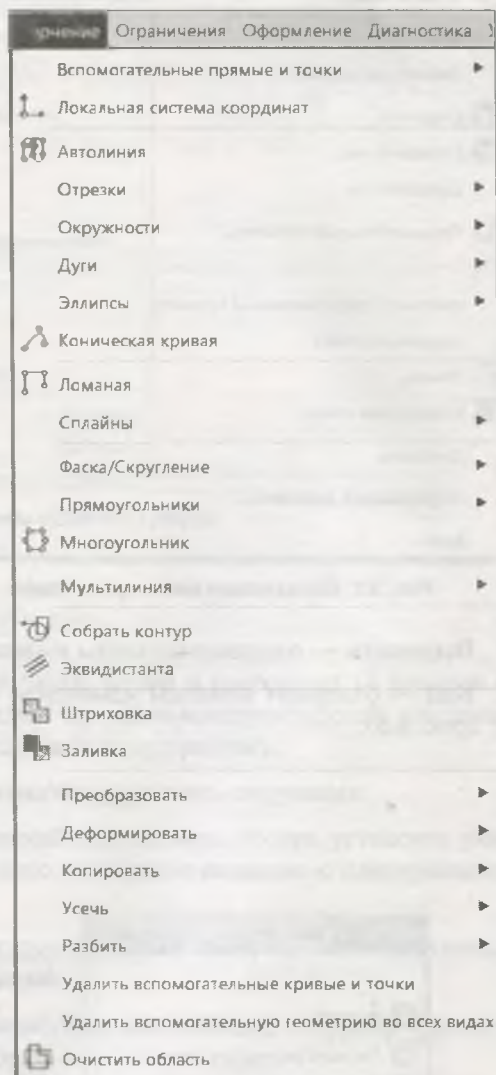

Рис. 3.7. Выпадающее меню пункта Черчение
- ◆ **Черчение** — содержит все команды для геометрических построений чертежа, простановки размеров, ввода размеров и текста (рис. 3.7);